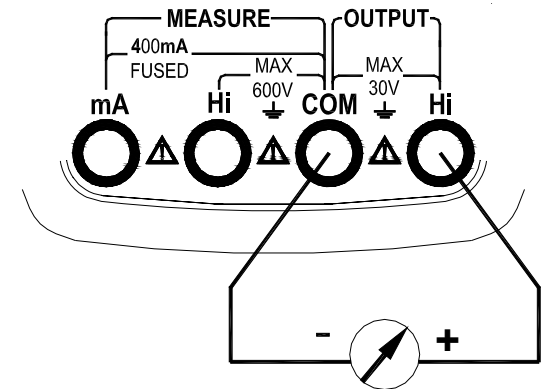

图 7：直流电压输出
测量相连，如图 7 所示。
1. 将测试表笔插入仪表输出端 (OUTPUT) 的 **Hi** 和 **COM** 插孔内, 另一端与用户仪表的测量端相连, 如直流电压输出功能图7所示。
1. 将测试表笔插入仪表输出端（OUTPUT）的Hi和COM插孔内，另一端与用户仪表的测量端相连，如直流电压输出功能图7所示。